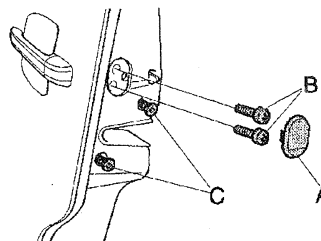

Рис.6.35.
37. Удалить ручку (рис. 6.35) и освободить контактное устройство и пучок проводов. Удалить винты (С) и вынуть весь механизм замка.